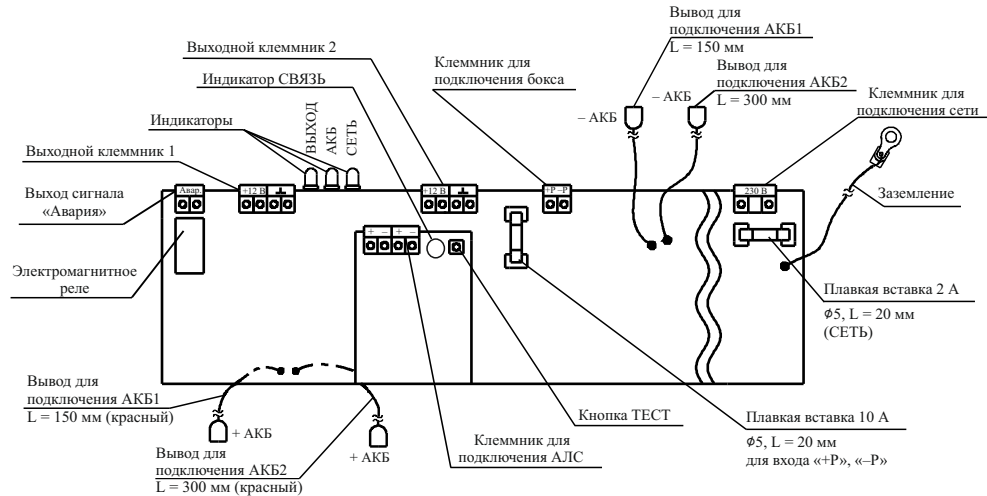

Рисунок 1
- 6.4 Для подключения источника следует использовать провода с сечением, указанным в 2.19. Подключение соединений (рисунок 1) производить в следующей последовательности:
Если используется только одна АКБ, рекомендуется подключить ее к коротким выводам АКБ 1 (L = 150 мм) в соответствии с цветовой маркировкой (рисунок 1) и выбрать ее в настройках при конфигурировании системы.